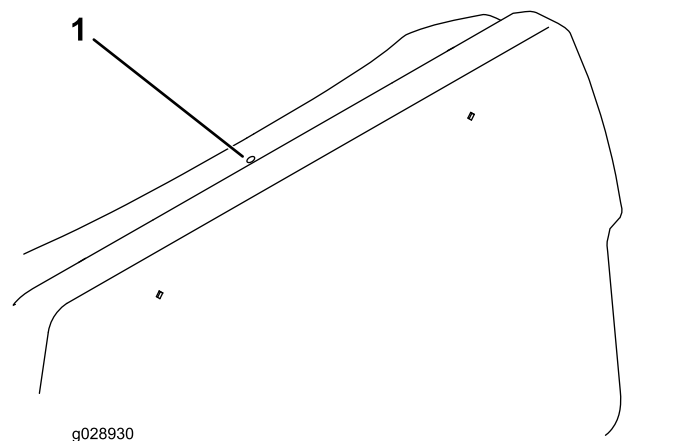

Figura 7
- Perfore un taladro de 8 mm en el centro del tabique, a 15 mm de la línea central del tabique (Figura 7).